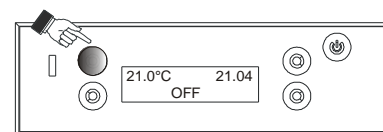

Figura 14 – Funzione "Pulizia"
- **Attivare funzione "PULIZIA"** – a stufa spenta premere per 2 secondi il tasto del pannello comandi evidenziato in figura 14. Questa procedura attiva il ventilatore di aspirazione dei fumi al massimo, al fine di espellere la fuliggine che movimentiamo durante la pulizia dello scambiatore.
- **Disattivare la funzione "PULIZIA"** premendo nuovamente il tasto del pannello comando evidenziato in figura 14.